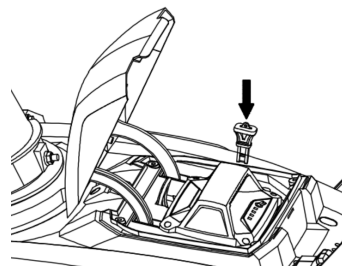

Fig.3
2. Insérez la clé de sécurité dans la fente et fermez le couvercle du compartiment de la batterie comme le montre la figure 3.